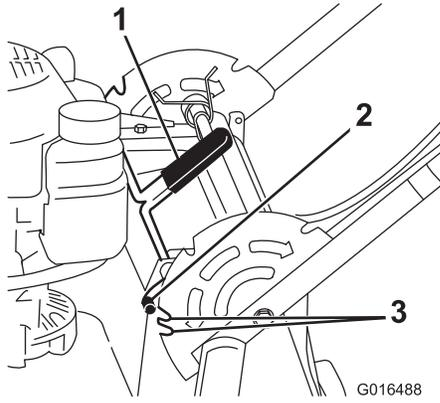

Figure 16
1. Levez légèrement le guidon et tirez le levier de verrouillage en arrière pour dégager les goupilles de verrouillage du guidon (Figure 16).
2. Faites tourner le guidon et alignez le cran voulu dans le support de guidon avec les goupilles de verrouillage du guidon; voir Figure 16.